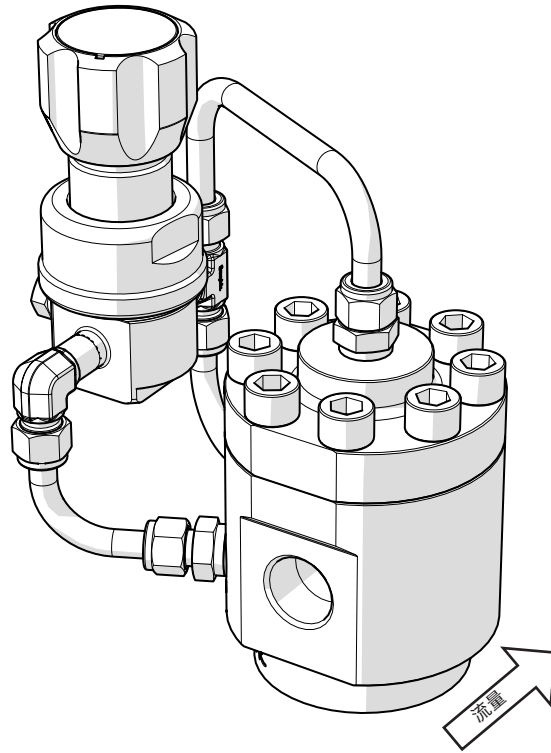
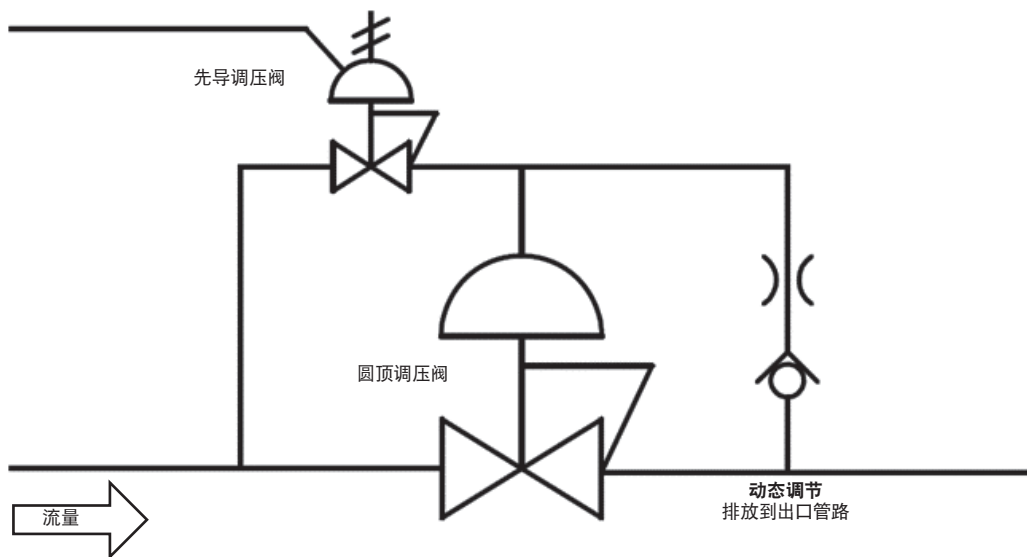
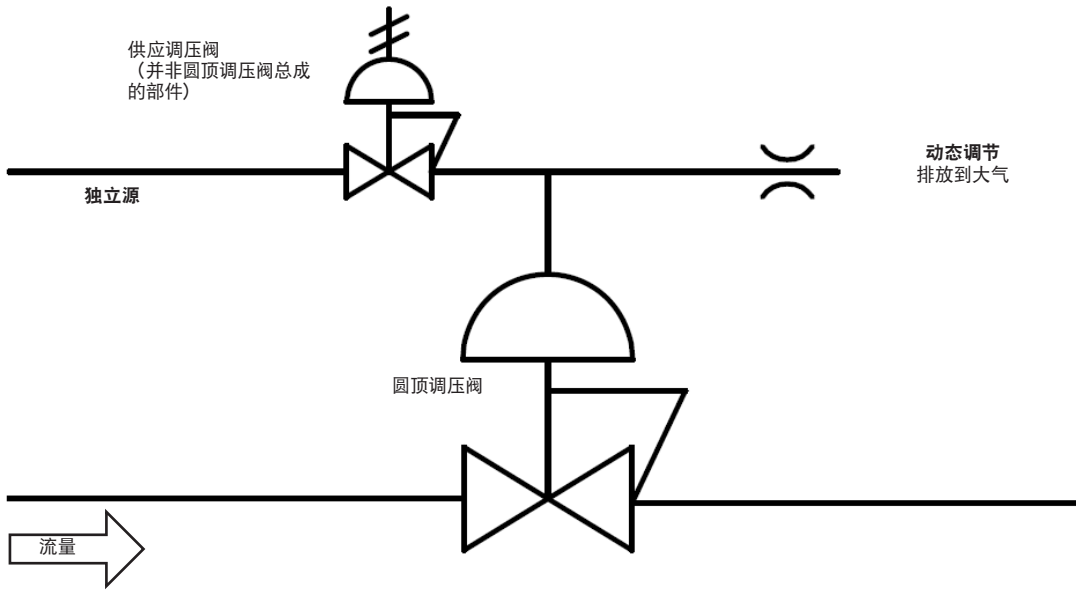

图 1
图 2
图 5
- 调压阀的首选安装位置是水平安装，弹簧套筒/圆顶朝上，如图 1 所示（见 第 9 页）。其他安装位置可能会增加元件磨损的风险。
- **整体式先导控制**在这种设置中，圆顶加载调压阀的组件中包含一个先导调压阀（图 1）。先导调压阀由系统压力供给，通过手动操作来控制圆顶压力（图 2）。此设置不适用于液体应用
- **外部圆顶控制**。在此设置中，圆顶压力由独立来源提供，例如钢瓶或主供气源（图 5）。此设置适用于液体应用。
通过允许小流量持续通过先导调压阀以获得优良性能。这种气流可以通过孔口排出（图 5），或者在气体系统中通过孔口反馈到下游管道（图 2）。这通常被称为**动态调节**。如果不需要动态调节，则需要使用自排放先导调压阀。这将导致在降低调压阀设定压力时系统介质排入大气。